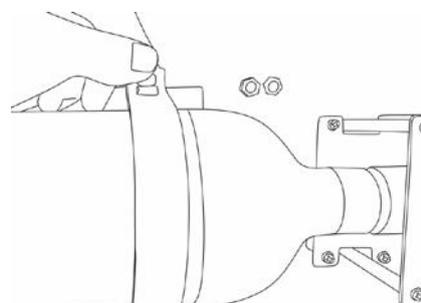

Fig. 7
- Asegurar el cilindro con las tres correas de goma (Fig. 7 y 8).